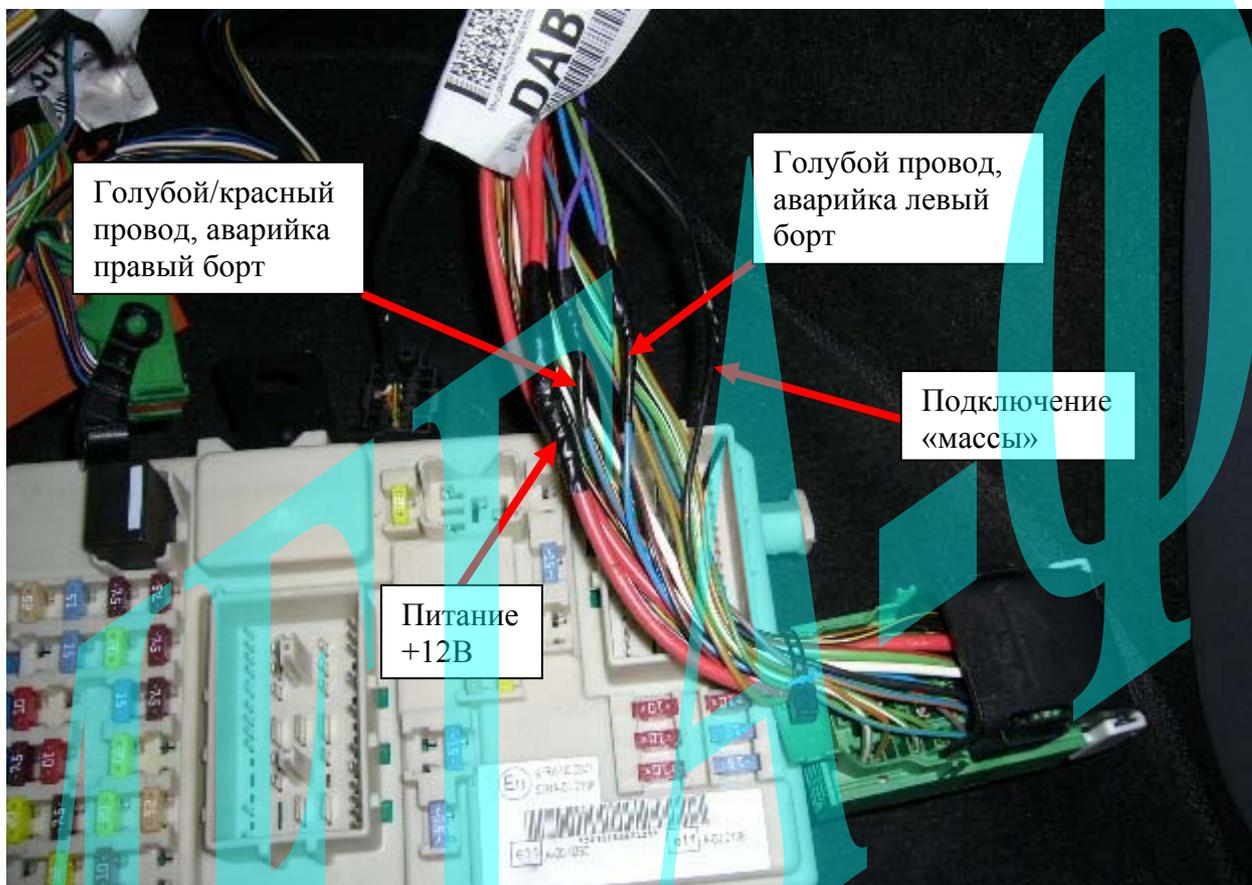

Рис. 2: Подключение аварийной сигнализации и питания системы.
проводам расположенным в жгуте зеленого 41-контактного разъема монтажного блока. См. рис. 2.
Питание +12 В можно взять с красного провода зеленого 41-контактного разъема монтажного блока. См. рис. 2. К этому проводу подключаем красный провод разъема CN1 системы Scher-Khan Magicar 5 (A) через предохранитель 30 А (входит в комплект).
В качестве «массы» можно использовать любую удобную точку подключения на корпусе автомобиля. В эту точку следует надежно подключить черный провод разъема CN1 системы Scher-Khan Magicar 5 (A). Возможно подключение к черному проводу зеленого 41-контактного разъема монтажного блока. См. рис. 2.